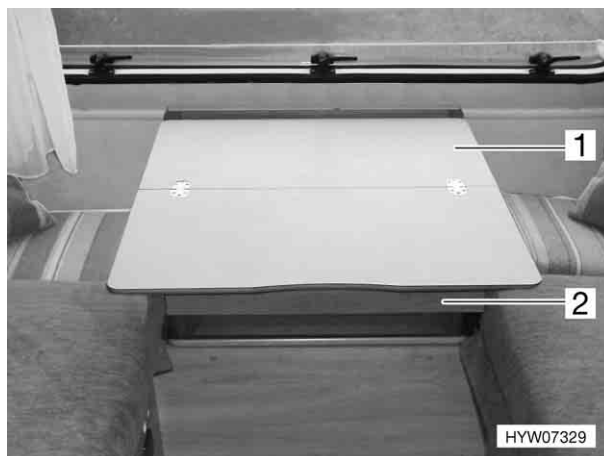

Fig. 30 Tavolo ribaltabile, comodino da notte
- Tirare in avanti tutto il piano di appoggio del comodino da notte (Fig. 30,2).
- Ribaltare all'indietro (Fig. 30) la parte superiore del piano di appoggio (Fig. 30,1).